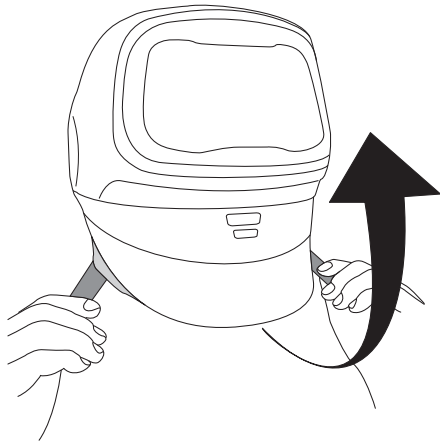

Fig. 7a
- Para levantarlo, tire hacia fuera y hacia arriba las lengüetas que se ubican a cada lado del sello facial. Para bajarlo, tire hacia abajo las lengüetas y asegúrese de que el sello facial esté asentado debajo del mentón. Asegúrese de que el protector de soldadura esté completamente hacia abajo y cubra su cara. El casco para soldar debe quedar nivelado sobre su cabeza, con el sello facial desplegado suavemente alrededor de su cara (Fig. 7a).